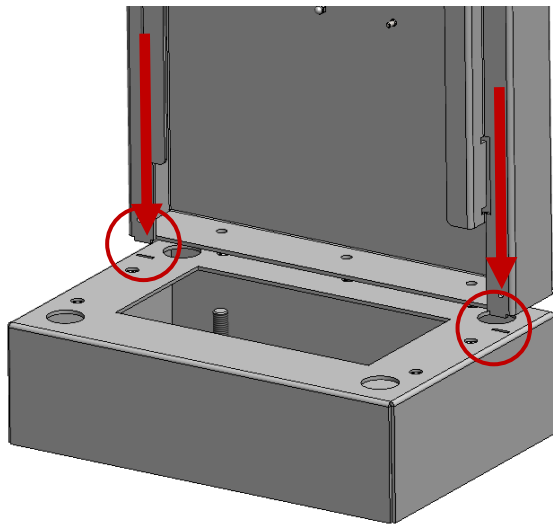

Abbildung 8: Sockel Ansicht Passnasen
1. Rückwand [4] (Abb.6) an den Passnasen (rote Pfeile, Abb. 8) auf den Sockel [5] (Abb. 6) absenken.